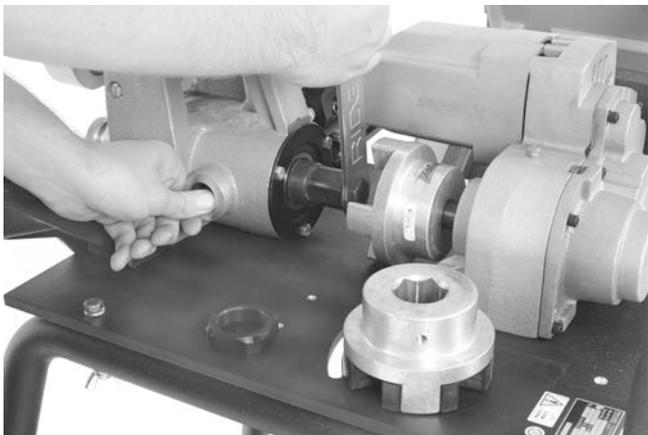

Figura 27 - Rimozione del perno di accoppiamento
6. Utilizzare la chiave esagonale da $15/16$ " per allentare il perno di accoppiamento (Figura 27).